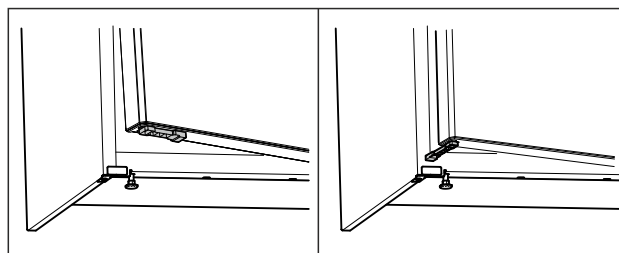

Fig. 70 *
- ▶ Omejevalnik odpiranja vrat obrnite za 90°. (glejte Fig. 70)